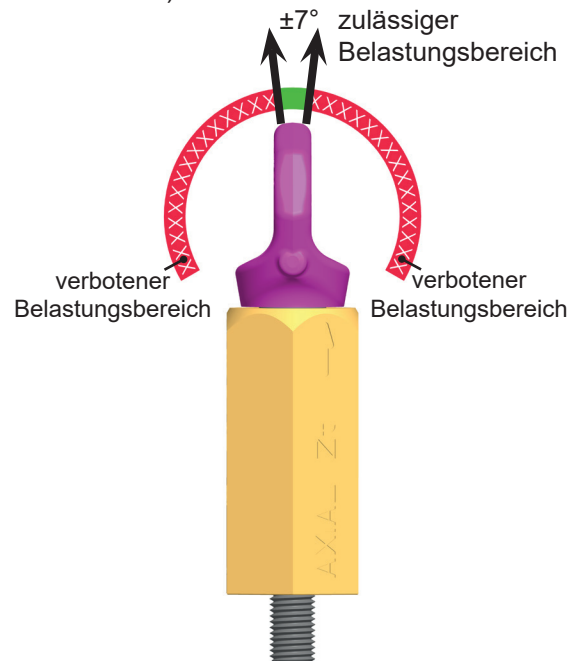

Abb. 1: Verbotene Querbelastung zur Ringebene
- Stellen Sie vor dem Einhängen des Anschlagmittels den Ringkörper der VRS in Krafrichtung ein (vgl. Abb. 1 und 6).